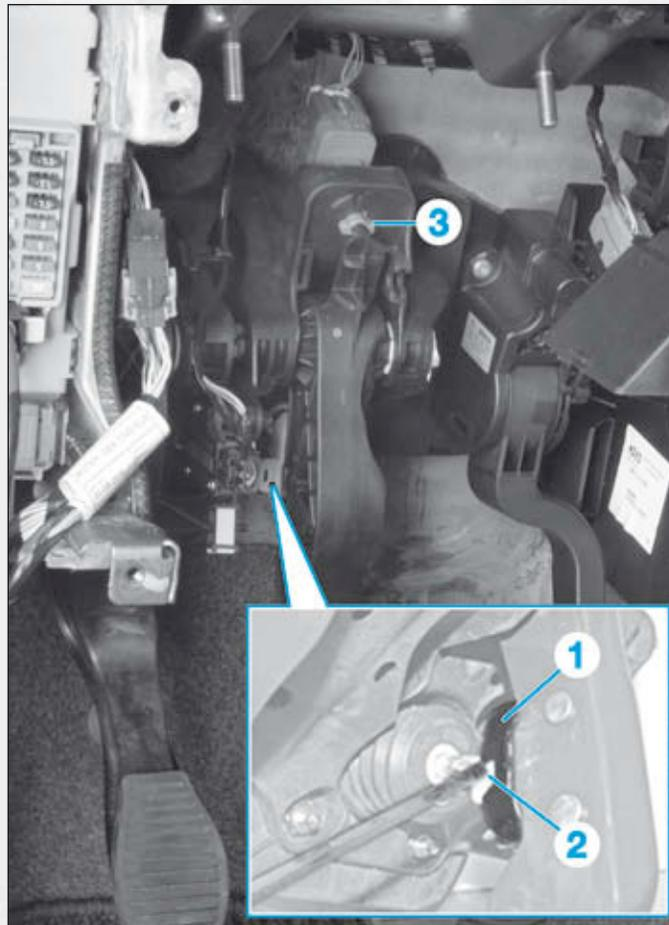

FIG.14
- Dégrafer la bague (1) en appliquant une pression en (2) de chaque côté à l'aide d'un tournevis (Fig.14).